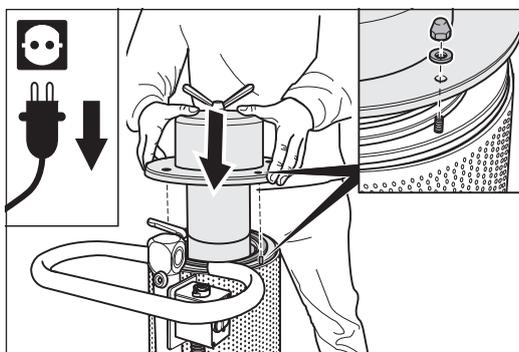

Fig. 33 Mettez en place le couvercle et serrez à la main les écrous-chapeaux avec les rondelles !
- 4 Placez les rondelles sur les filetages des boulons en saillie dans le couvercle et vissez les écrous-chapeaux. Vissez-les uniquement **à la main** et **pas à fond** (fig. 33).